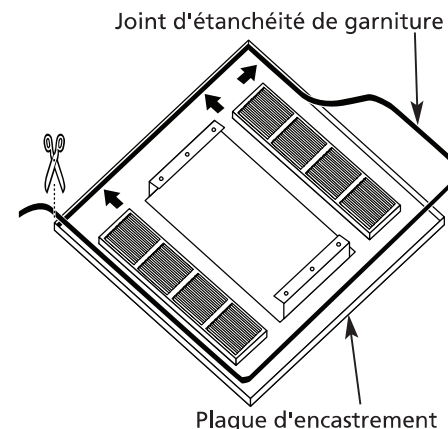

Figure 13
1. Commencer à partir de n'importe quel coin et pousser le joint d'étanchéité de garniture à l'intérieur du bord de la plaque d'encastrement, comme indiqué à la Figure 13.